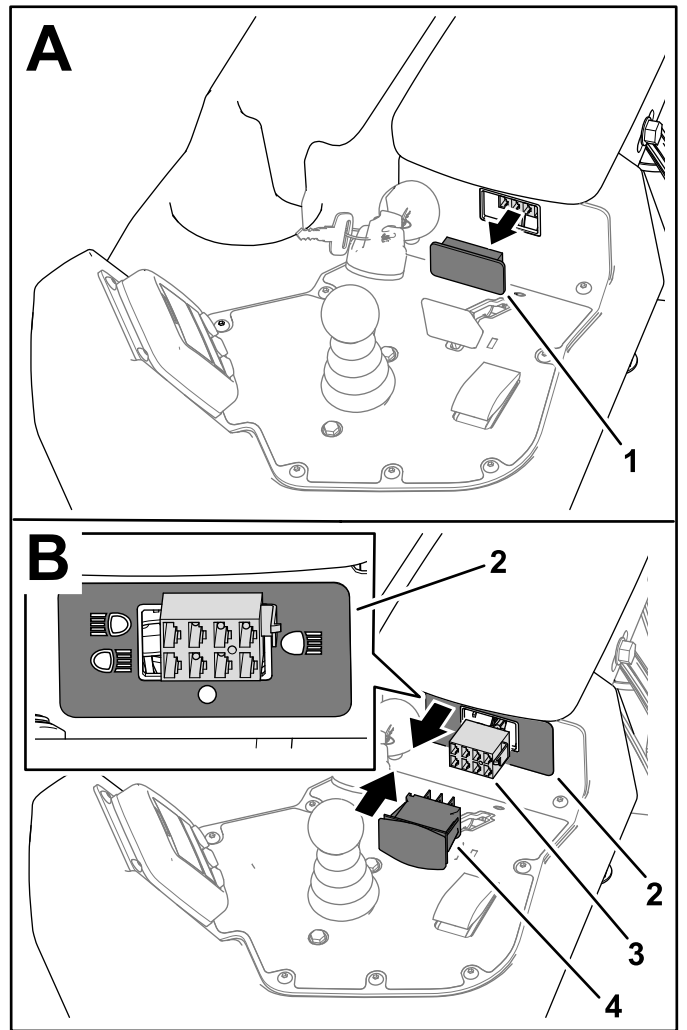

图 4
1. 从控制台上取下柱塞图 4。
2. 如图 4 所示粘贴标贴零件号 131-2046。
如图 4 所示观察标贴的正确方向。
3. 将标有工作灯开关的线束接头连接至开关图 4 然后安装开关。